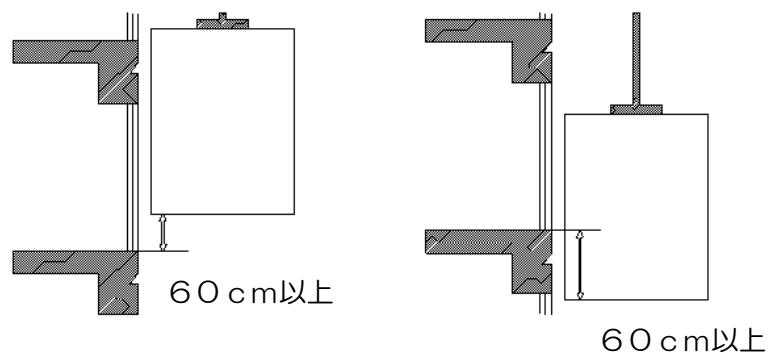

図 8-5：かご床と乗場床が上下60cm以上の場合
- ※ かご床と乗場床が上下60cm以上の場合は作業手順4へ進む (図8-5参照)